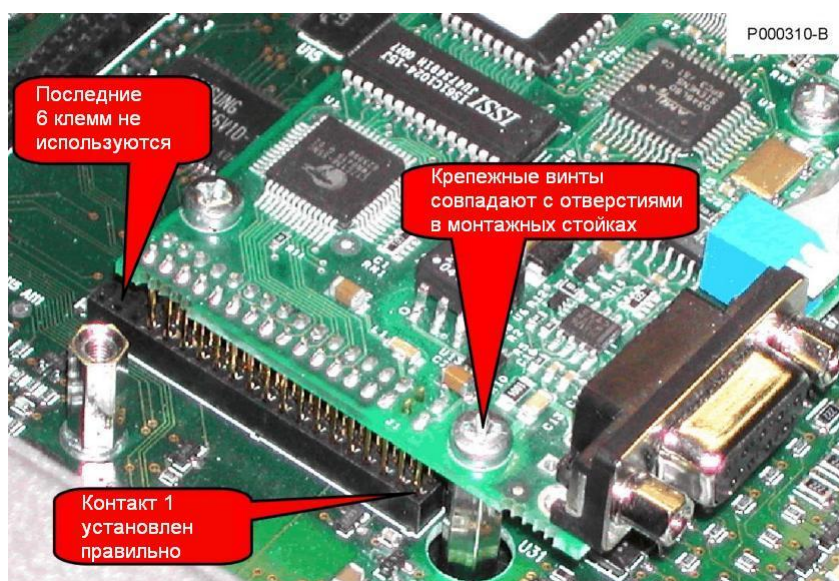

Рис. 124: Проверка подключения контактов в слоте В
4. Установите плату Fieldbus в слот В; убедитесь, что контакты разъема связи вошли в передние гнезда разъема на плате управления, а последние 6 гнезд остались неподключенными. При правильной установке три крепежных отверстия совпадут с отверстиями для винтов на монтажных стойках. Закрепите плату винтами, как показано на рис. 124 и 125.